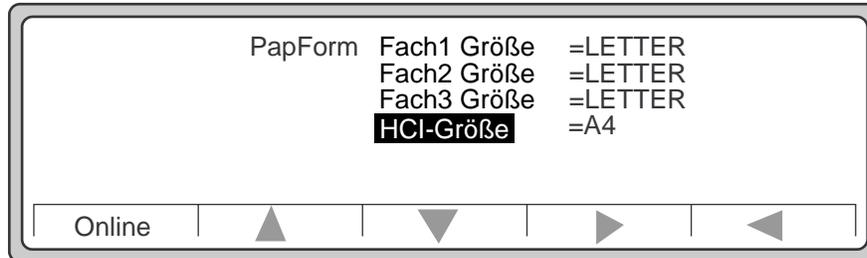

Abbildung 4-15 HCI-Größe: A4 ausgewählt
5. Drücken Sie **Wahl**, um **A4** als Papierformat für die HLZ-Einheit auszuwählen (siehe Abbildung 4-15).